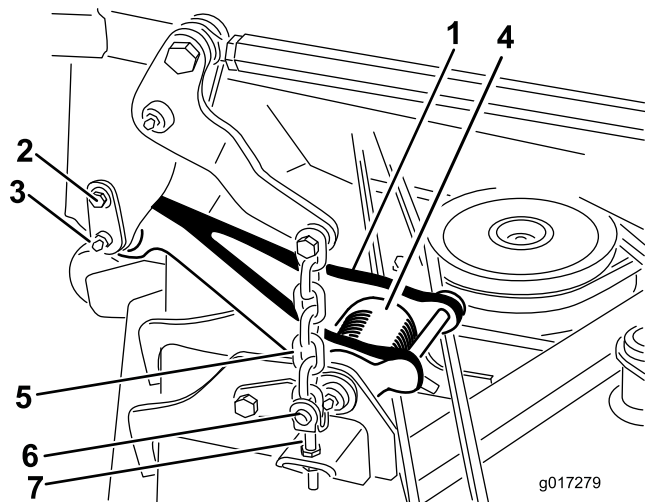

Figura 2
**Nota:** Quando a plataforma de corte está na posição elevada, a tensão da mola de torção da articulação (Figura 2) é reduzida, tornando muito mais fácil desligar as articulações da máquina.
2. Desligue a articulação de cada lado da máquina (Figura 2).
- A. Retire o parafuso do ombro que prende o pino de retenção à estrutura da carroçaria (Figura 2).
- B. Deslize cuidadosamente o pino de retenção da estrutura da carroçaria e articulação (Figura 2).
6. Retire os (4) ganchos de anel e pinos de segurança que prendem as correntes de elevação aos passadores de ajuste no cortador (Figura 2).
2. Instale os (4) ganchos de anel e pinos de segurança para prender as correntes de elevação do cortador aos passadores de ajuste no cortador (Figura 2).
5. Alinhe a articulação à estrutura e ligue a articulação ao pino de retenção (Figura 2). Prenda o pino de retenção na estrutura com o parafuso de ombro (Figura 2).